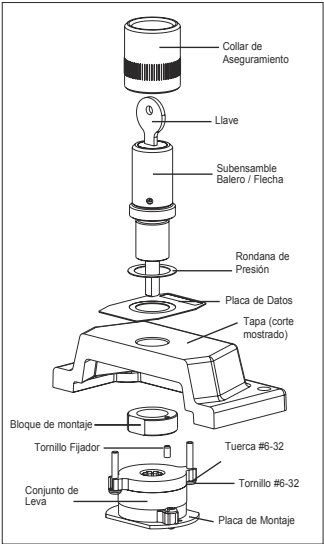

Figura 13. Ensamble de Operador Switch Selector Indentado
- Haciendo referencia a la figura 13, instale el subensamble balero / flecha y una rondana de presión al lado frontal de la tapa enroscándolo completamente a la tapa en la posición deseada. Utilice una placa de datos DL en caso de ser necesaria según la sección de ENSAMBLE DE BOTONES DE ACCIÓN MOMENTÁNEA (PUSHBUTTONS)